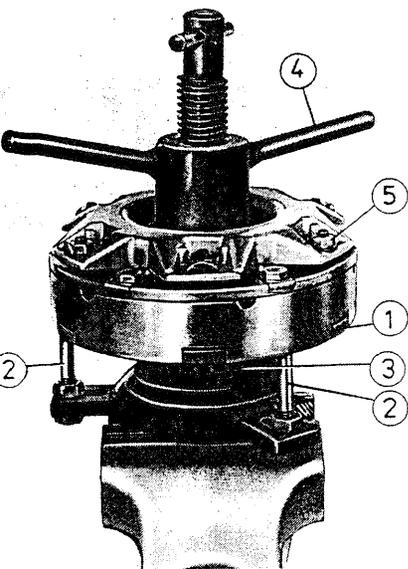

Fig. 219. Contrôle de fonctionnement de l'embrayage
L'écrou à ailette (4) du dispositif de montage (fig. 219) est serré en le tournant à droite jusqu'à ce que la plaque de butée (1) se trouve à l'écartement de 0,5 . . . 1 mm de la couronne dentée. Dès lors, le disque récepteur intérieur (3) et le pignon d'attaque doivent être librement tournants.